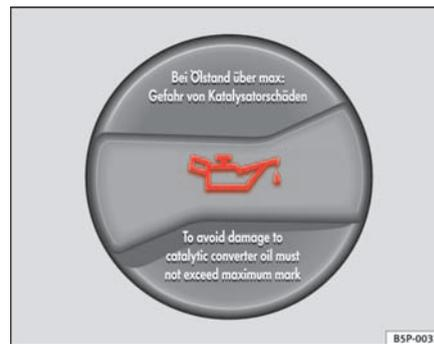

Fig. 155 Vano motore: tappo del bocchettone di rifornimento dell'olio motore
- Svitare il tappo del bocchettone di rifornimento dell'olio motore ⇒ fig. 155.